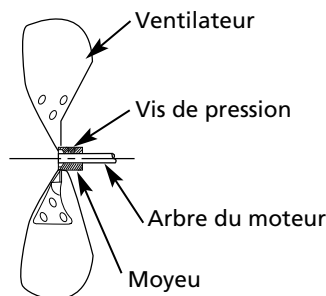

Figure 7 – Coupe transversale du ventilateur
9. En s'assurant que la vis de pression est alignée avec la partie plate de l'arbre moteur, remettre en place le ventilateur, comme l'illustre la Figure 7. Serrer fermement la vis (mais sans trop la serrer).